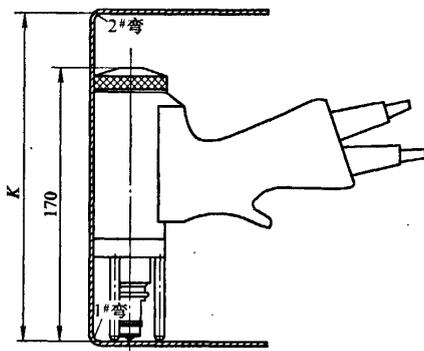

图 5
(2) 当螺柱焊接在半封闭钣金件内(见图5),封闭空间高度 K 应大于螺柱焊枪高度(170mm)。
当我们遇到螺柱焊的焊接盲区,有些我们可以采用调整工序的方法进行化解。如图5所示零件,若 $K \leq 170\text{mm}$,可以先将1#弯折成,进行螺柱焊后,再折2#弯,就可以有效地化解盲区;对不能化解的盲区,我们就只能更换其他方法了(如塞焊、铆接等)。